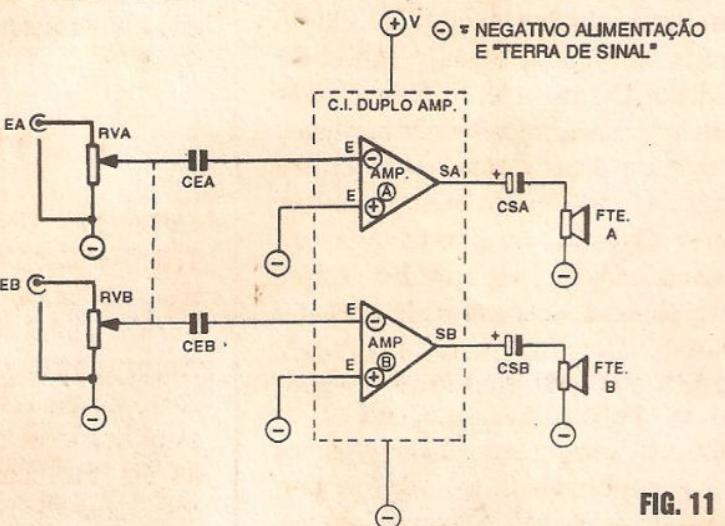

FIG. 11
- FIG. 11 - UMA ESTRUTURA ESTÉREO TÍPICA... - “Aproveitando o ensejo” (falando sobre estéreo...) lembramos que muitos dos modernos IPAs são, na verdade, componentes DUPLOS, contendo nada menos do que dois blocos amplificadores completos independentes em suas Entradas e Saídas (salvo pelas conexões de alimentação, quase sempre “comuns” ou “compartilhadas” pelos dois blocos...). Observe, então, na fig. 11, que uma estrutura circuital estéreo, de muito fácil implementação, pode ser conseguida a partir de um mínimo de componentes externos, de “apoio”...! Um arranjo essencial é formado, basicamente, de um determinador de nível do sinal de Entrada, na forma de um potenciômetro ou trim-pot (RVA ou RVB, na figura...), um capacitor de Entrada, que “isola”, para CC, os pinos de Entrada de modo a poderem também receber realimentações ou polarizações adequadas, além do sinal propriamente (CEA ou CEB), quase sempre um componente de poliéster (ou eletrolítico de